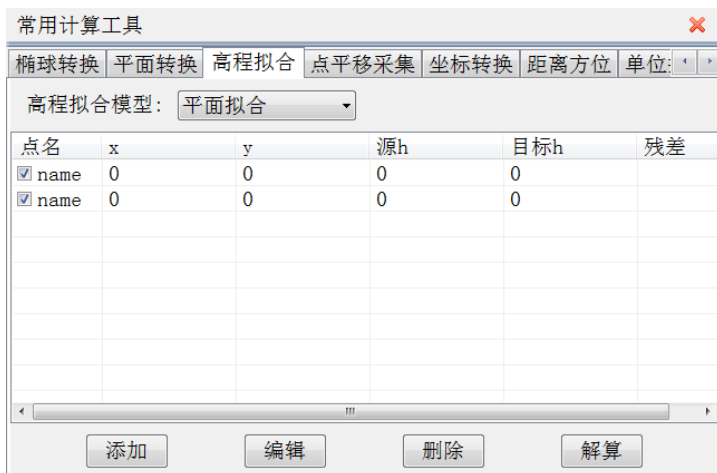

图 16-8 添加点坐标
**添加点坐标：**单击【添加】按钮，弹出如图 16-8 所示的坐标输入窗体，添加点坐标，输入源点高程和目标点高程，点击【完成】按钮即可。